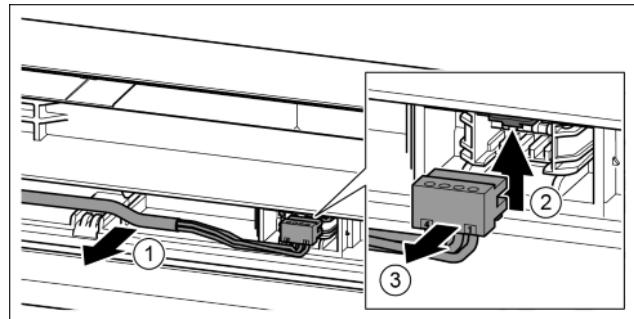

Fig. 22
- Осторожно высвободить серый кабель из направляющей в двери. Fig. 22 (1)
- Отжать соединительную накладку вверх. Fig. 22 (2)
- Осторожно извлечь штекер. Fig. 22 (3)